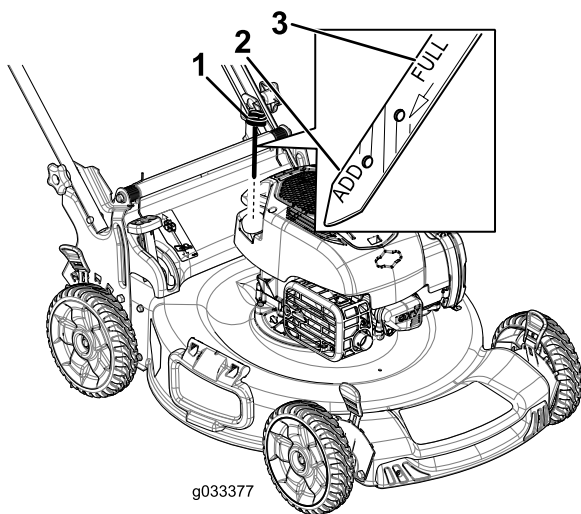

Figure 8
2. Tournez le bouchon dans le sens antihoraire et sortez la jauge (Figure 8).
7. Relevez le niveau d'huile indiqué sur la jauge (Figure 8).